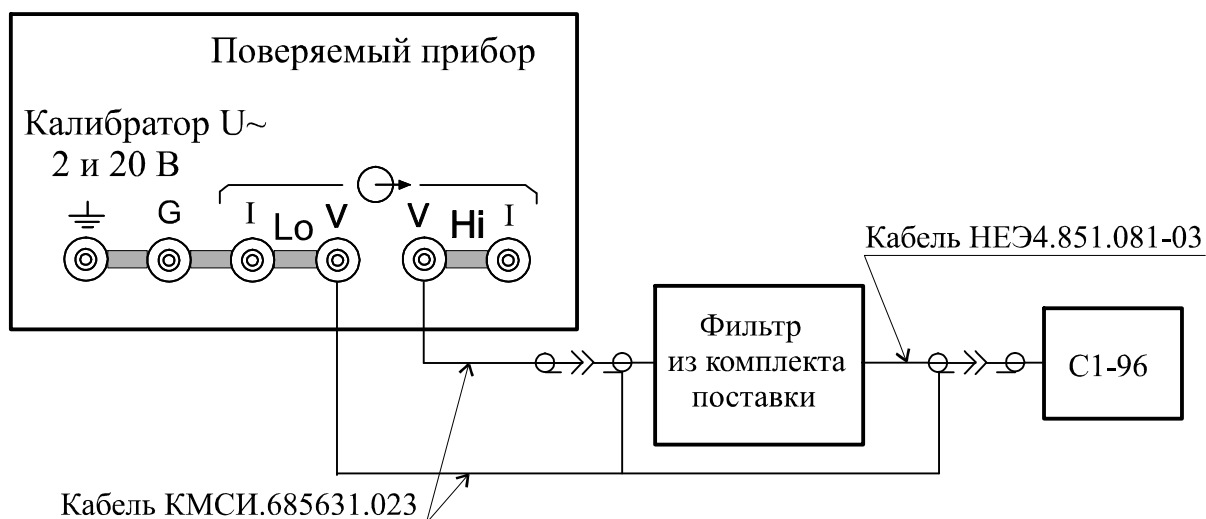

Рисунок 4.4 - Схема проверки коэффициента гармоник в высокочастотной области спектра (режим: калибратор переменного напряжения)
4.9.13.3 Измерение коэффициента гармоник на высоких частотах осуществляется в соответствии со схемой рисунок 4.4 в точках и по нормам таблицы 4.10: